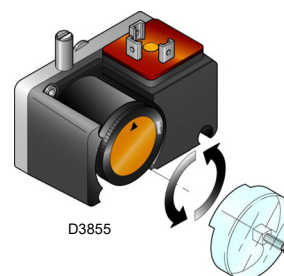

Fig. 31
- Regular el presostato gas de mínima (Fig. 31 en la pág. 27) en inicio de la escala.
Regular el presostato gas de mínima después de haber efectuado todas las demás regulaciones del quemador con el presostato regulado a inicio de escala (Fig. 31).